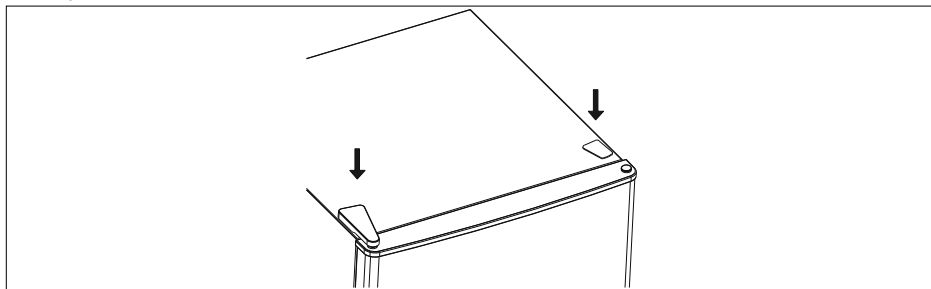

Fig. 10
- ▶ Vuelva a colocar la cubierta de la bisagra y la tapa de los tornillos (véase la **fig. 10**).